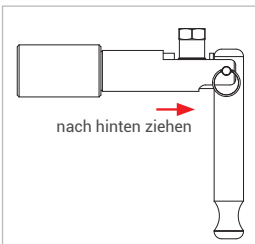

Abbildung 5
- ▶ Ziehen Sie leicht am Adapter (Roter Pfeil *Abbildung 5*) entgegen der Anschlussrichtung um sicherzustellen, dass der Adapter richtig angeschlossen ist.